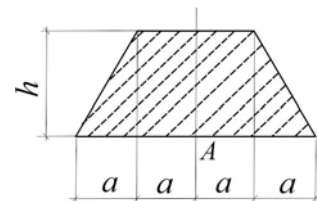

Рис.3.38
**3.38. При каком значении  $h$  любая ось, проходящая через точку  $A$  сечения, будет главной? Размер  $a$  задан (рис.3.38).**